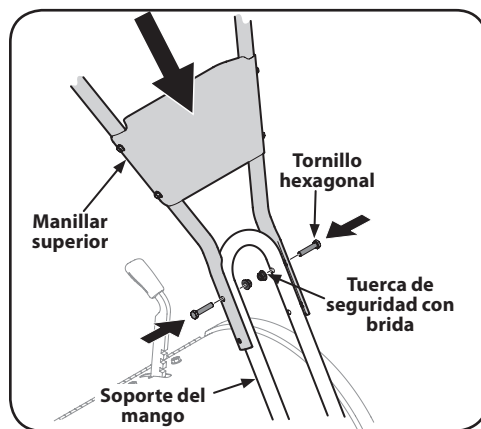

Figura 3-2
2. Utilizando los dos tornillos hexagonales y las dos tuercas de seguridad con brida, acople sin apretar el soporte del manillar utilizando los orificios superiores. Vea la Figura 3-2.